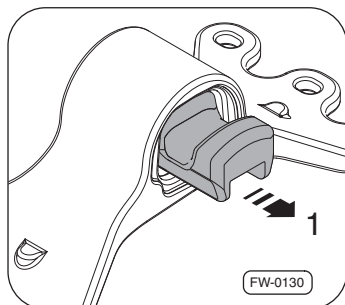

Рис. 40 · Удаление резиновых демпферов
3. На обеих сторонах вытолкните сбоку резиновые демпферы ⇒ рис. 40 из опорного подшипника —стрелка 1— и проверьте их.